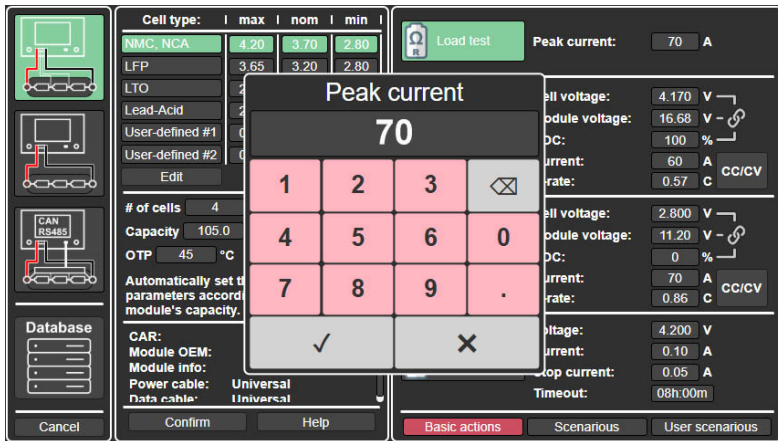

Рисунок 19
- 4) Силу струму під час тесту. Натискання на значення сили струму відкриє вікно, у якому це значення можна змінити (див. рис. 19).